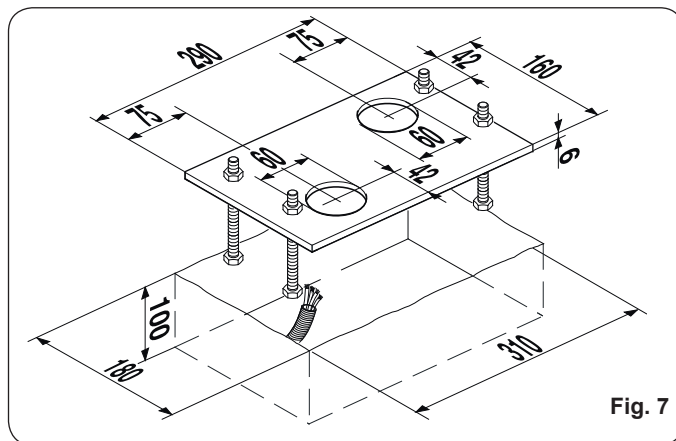

Fig. 7
3. Realizar um plinto de fundação como na Fig. 7 e chumbar a placa de fundação colocando uma ou mais bainhas para a passagem dos cabos elétricos. Verificar com um nível se a placa está numa posição perfeitamente horizontal. Aguardar a cura do cimento.